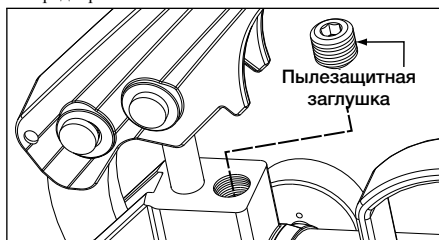

Рисунок 12 – предохранительный клапан (P-18 и P-39).
- В моделях P-18 и P-39 предохранительный клапан находится на верхней стороне головки насоса. См. рисунок 12.